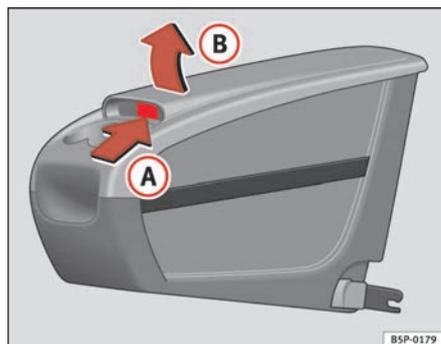

Fig. 113 Porta-objectos móvel. Abertura
- Levante a tampa (B), pela zona (A) ⇒ fig. 113.